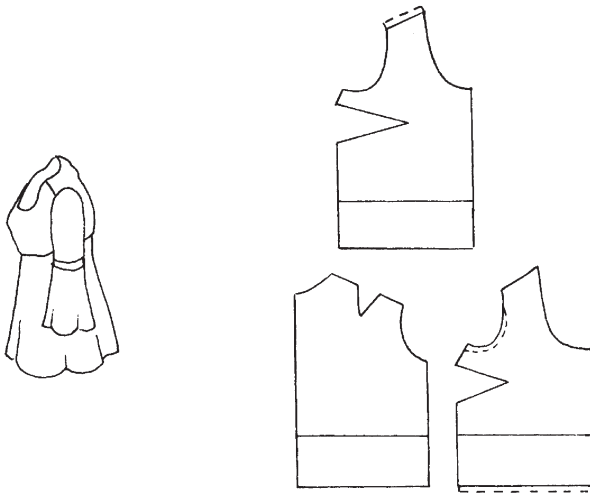

Рис. 42. Плечевые швы перемещены в сторону переда, спинка при этом вздернута
*Дефект 8:* плечевые швы перемещены в сторону переда, спинка при этом вздернута (рис. 42).